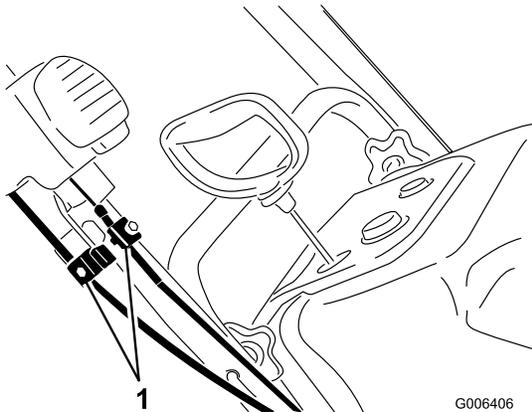

Bild 31
1. Lösen Sie die beiden Quick Shoot Steuerkabelklemmen (**Bild 31**).